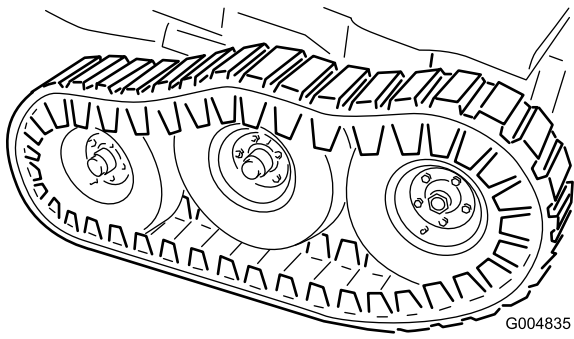

Figura 56
- Baje el gato hasta que el bastidor quede apoyado sobre las ruedas delanteras. Instale las arandelas planas (1/2 pulgada) y las contratuercas en el espárrago del pivote del bogie (Figura 56) y apriételas a 102 N-m (75 pies-libra).